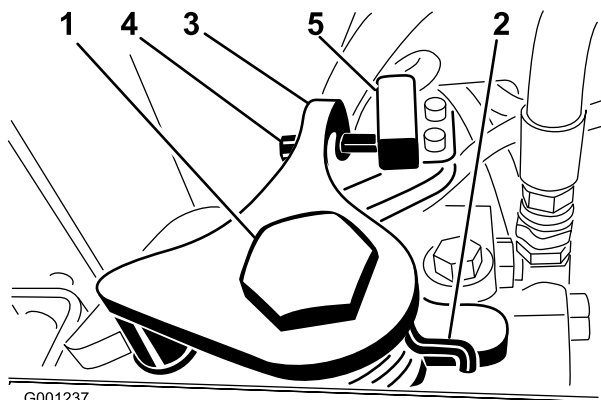

Figura 57
3. Allentate la vite di fissaggio sul lato opposto della camma di regolazione della trazione (Figura 57).
7. Regolate la vite sul braccio di ritorno in folle (Figura 57) finché la distanza tra l'estremità della vite ed il contatto dell'interruttore sia compresa tra 2,286 e 3,048 mm.